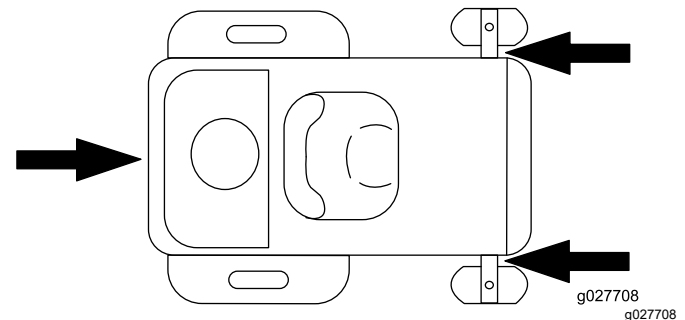

Figura 30
- Sujete la máquina firmemente al remolque o al camión con cadenas, correas, cables o cuerdas. Use únicamente las cuatro ubicaciones designadas de la posición de arranque del cortacésped: dos del lado izquierdo y dos del lado derecho (Figura 30). Use estas ubicaciones incluso cuando transporte el cortacésped con un accesorio acoplado. Si usa ubicaciones no designadas, puede dañar el cortacésped o el accesorio.